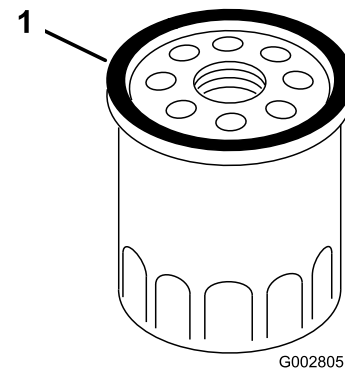

Figura 26
8. Lubrifiați cu ulei, cu degetul, garnitura de pe noul filtru de ulei (Figura 26).